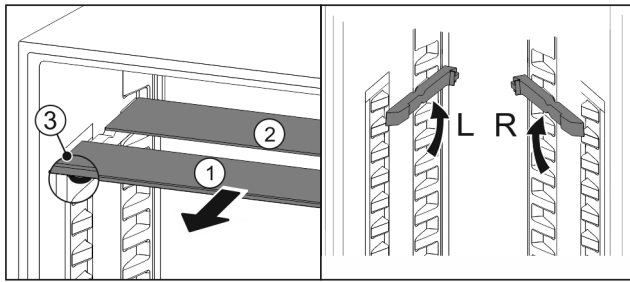

Fig. 53
- ▶ Издърпайте Fig. 53 (1) поотделно стъклените плочи напред.
- ▷ Стъклената плоча Fig. 53 (1) с декоративната лайсна е отпред.
- ▷ Ограничителите Fig. 53 (3) сочат надолу.